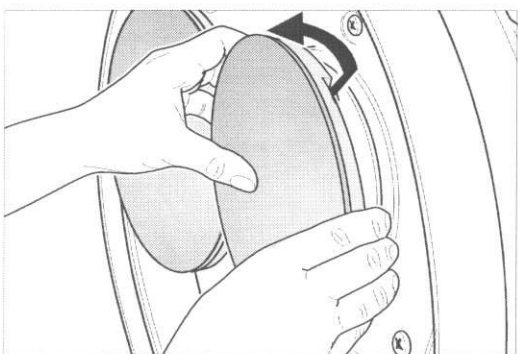

Fig. 53 Saisissez le plateau en passant les bouts de doigts derrière lui et dégagez-le par l'avant.
- 5 Retirez les plateaux de disque ou les brosses. A cet effet, saisissez le plateau en passant le bout des doigts derrière lui et enlevez-le ainsi des supports en caoutchouc (fig. 53).
- 5 Enlevez les plateaux de disque ou les brosses. A cet effet, saisissez le plateau en passant les bouts de doigts derrière lui et enlevez-le ainsi des supports en caoutchouc (fig. 53).